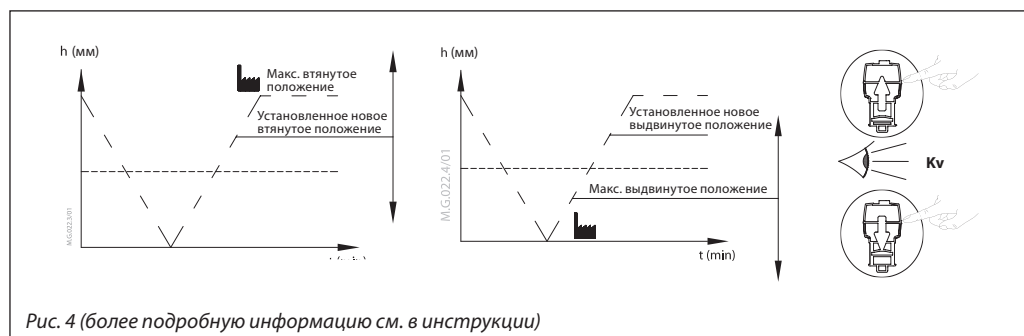

Рис. 4 (более подробную информацию см. в инструкции)
**DIP5: ограничение хода штока с положениями 100%/95% (рис. 4):**